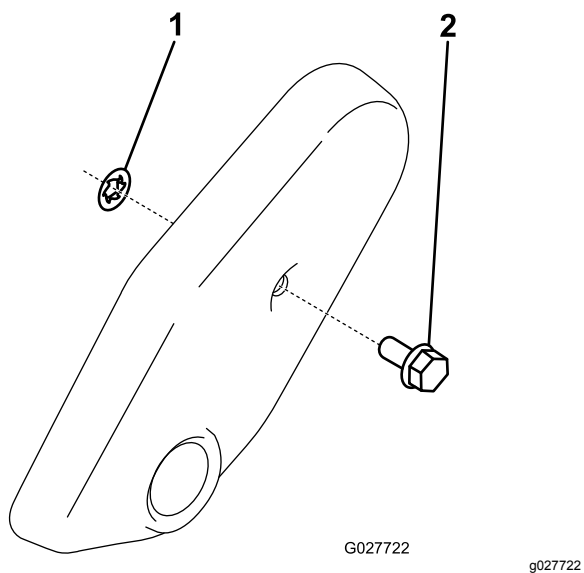

Рисунок 16
2. Наденьте стопорную шайбу Starlock на заглушку кожуха ремня (Рисунок 16).